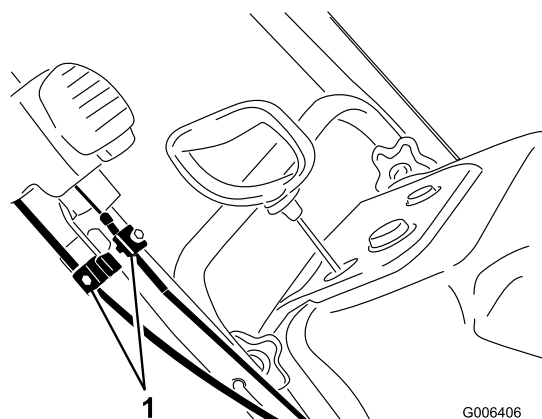

Рисунок 31
1. Отпустите затяжку 2 зажимов троса устройства управления Quick Shoot (Рисунок 31).